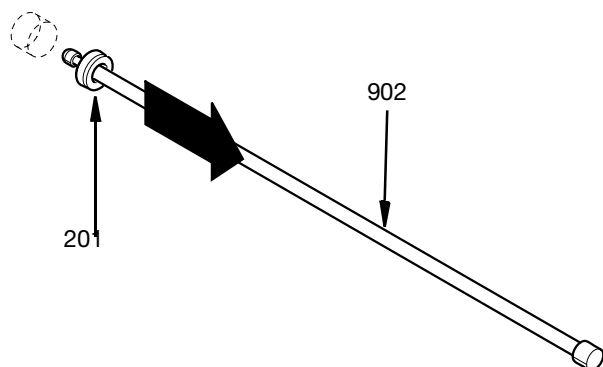

FIG. 34
För att ta bort en stångtätning, placera den spetsiga änden av tätningsinstallationsstången (902) genom mitten av stångtätningen (201). Haka in urtaget på verktyget på den motsatta sidan av tätningen och dra tillbaka tätningen från tätningsdistanserna (203 och 204) eller luftcylinderhuset (509). Se FIG. 34.